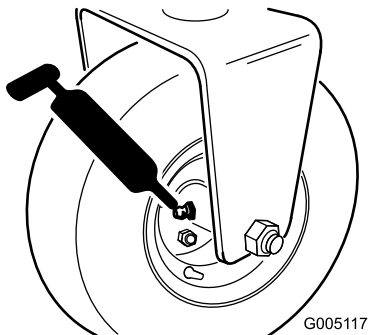

Figure 30
- Moyeu de rouleur arrière ou, si la machine est équipée d'un kit 3 roues motrices, embrayages à rouleur de roues arrière et roulement à billes extérieur (1) (Figure 30)